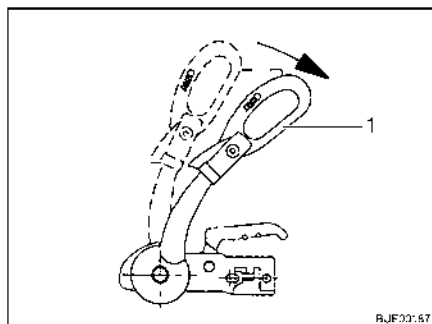

Fig. 171 Poignée de stabilisation
- Ouvrir la poignée de stabilisation (Fig. 171,1).